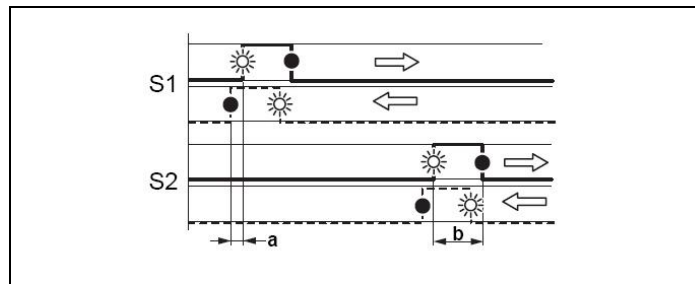

Abb. 8: prinzipieller Signalverlauf
- Mit S2 entsprechend vorgehen, so dass sich ein Signalverlauf nach Bild 8 einstellt.